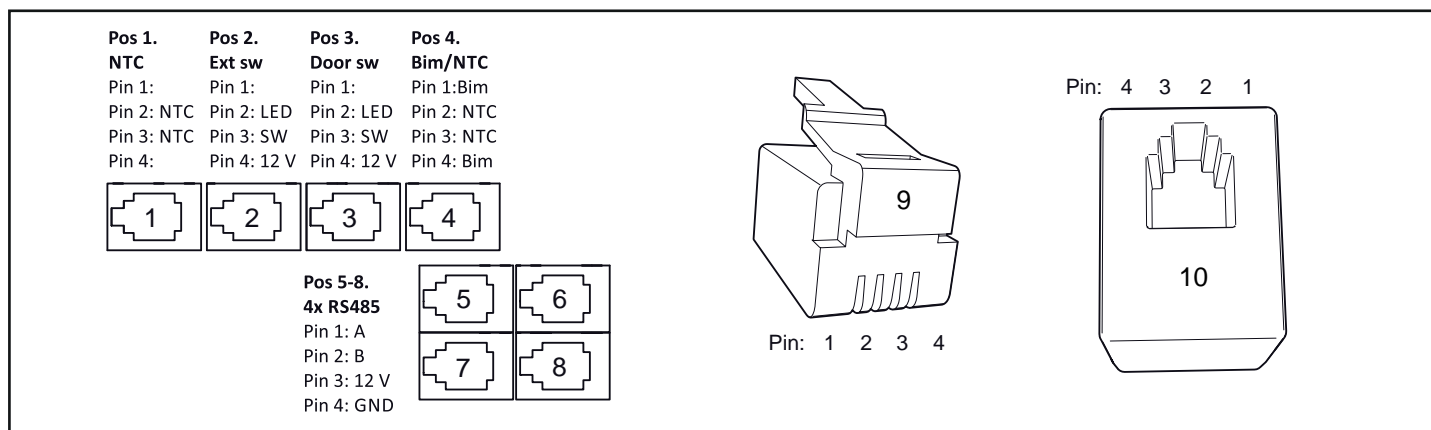

Rys. 17: Schemat elektryczny
5. Należy podłączyć kabel czujnika (6) do złącza NTC na płycie drukowanej (poz. 1) (5) (patrz punkt „Podłączenie / schemat elektryczny”, strona 35) zgodnie ze schematem elektrycznym (patrz punkt „Podłączenie / schemat elektryczny”, strona 35).
6. Należy podłączyć ewentualny kabel oświetlenia (7), patrz rys. 9, do zacisku (8) zgodnie ze schematem elektrycznym na rys. 17, strona 35.
Przed podłączeniem pieca do napięcia o innej wartości lub do innej liczby faz, niż podano w schemacie elektrycznym na rys. 17, należy skontaktować się z Biurem Obsługi Klienta Tyłö.